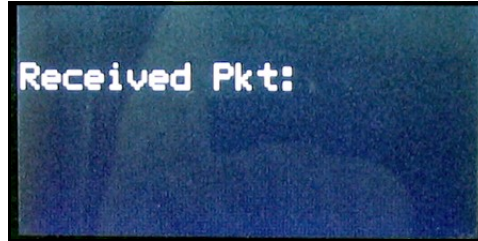

Figura 48: Pantalla del Sentinel LCT4
3. En el menú **FACTORY** (Fábrica) del **Sentinel LCT4**, desplácese hasta la opción Upgrade (Actualizar) y presione dos veces **[ENT]**. Confirm = YES (Confirmar = Sí). En el **Sentinel LCT4** debe aparecer una pantalla similar a la de la *Figura 48* de abajo, después de aproximadamente un minuto,
Encienda el **Sentinel LCT4**, e introduzca ESC-R desde el teclado de la PC. En el **Sentinel LCT4** debe aparecer una pantalla similar a la de la *Figura 48* a continuación.